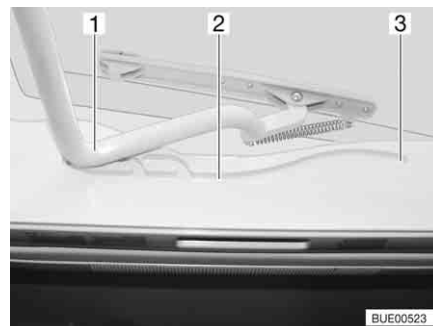

Bild 54 Heki-taklucka, spår
- Dra in bygel (Bild 54,1) i spåret (Bild 54,2) till den bakersta positionen (Bild 54,3).
- Tryck bygel (Bild 54,1) lätt uppåt med båda händerna.
- Drag bygel till önskad position i spåret (Bild 54,2).